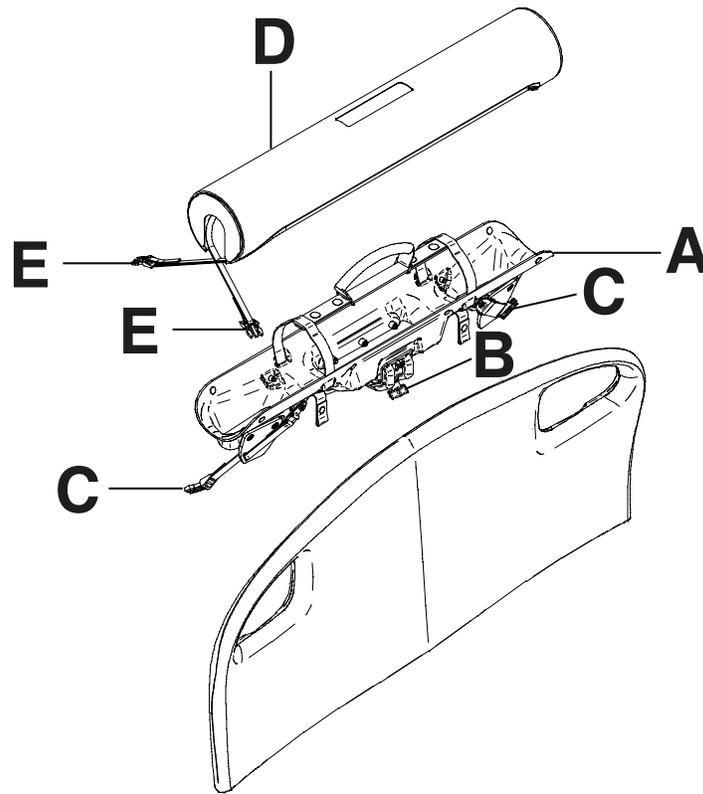

Figure 125 – Porte-bouteille à oxygène horizontal
1. Placer le porte-bouteille à oxygène sur la partie supérieure de la tête de lit (A) (Figure 125).
2. Visser la fixation du porte-bouteille à oxygène sur la tête de lit (B) pour fixer le porte-bouteille à oxygène au produit.
3. Passer les sangles du bas (C) à travers les poignées de la tête de lit.
6. Placer le protecteur du porte-bouteille à oxygène sur la bouteille d’oxygène (D).